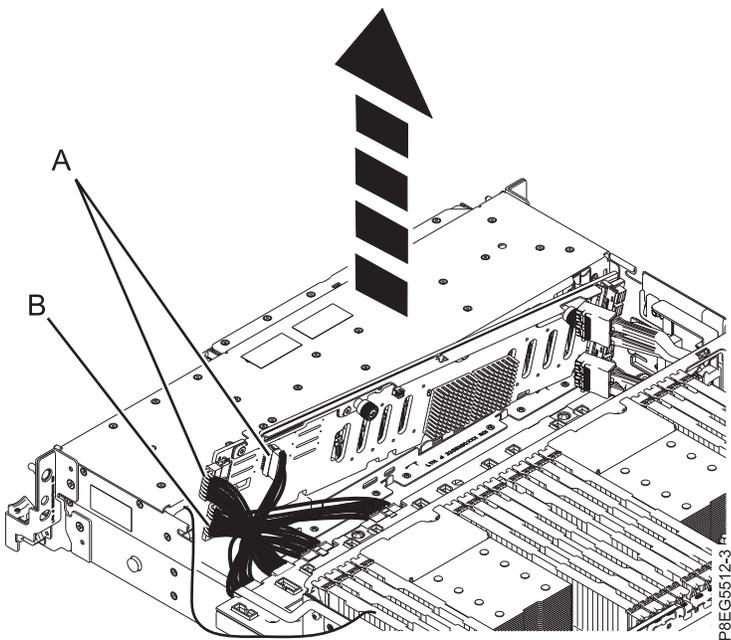

Abbildung 17. Abziehen der Netzkabel, Signalkabel und Steuerkonsolenkabel
9. Ziehen Sie die Signalkabel und die Steuerkonsolenkabel **(A)** sowie das Y-Netzkabel **(B)** von der Plattenlaufwerksrückwandplatine ab (wie dargestellt in Abb. 17).